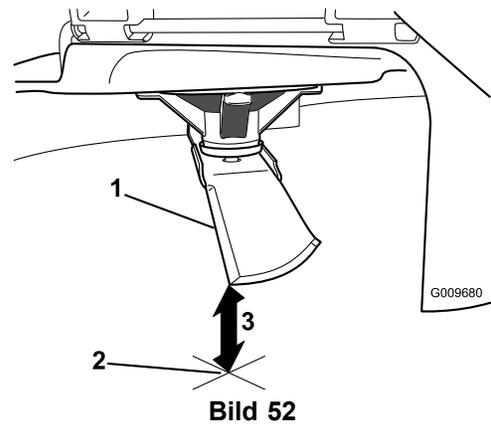

Bild 52
5. Messen Sie von der Messerspitze bis zu ebenen Fläche (Bild 52).